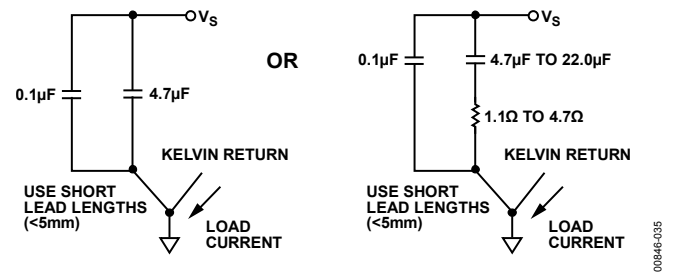

図 35.推奨電源バイパス
AD797 の非常に広い帯域幅とダイナミック・レンジ能力を利用するためには幾つかの注意が必要です。1 つ目は、高精度アプリケーションには複数のバイパスが推奨されます。1.0 μF ~4.7 μF のバイパス・コンデンサと 0.1 μF のセラミック・バイパス・コンデンサの並列接続は、大部分のアプリケーションに対して十分です。重い負荷を駆動する場合は、電源バイパスに大きな要求が課せられます。この場合、大きな値のタンタル・コンデンサの選択的な使用と小さい値 (1.1 Ω ~4.7 Ω) の炭素抵抗によるピン・インダクタンスの制動により性能を向上させることができます。図 35 に、推奨電源バイパスを示します。
*USE THE POWER SUPPLY BYPASSING SHOWN IN FIGURE 35.